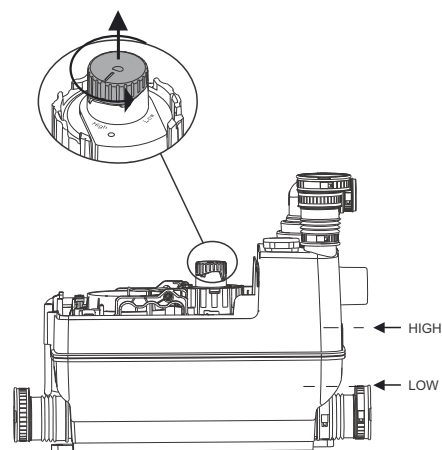

Рис. 1 Настройка уровня пуска
7. C-3: Установить уровень пуска с помощью селекторного переключателя. См. рис. 1.